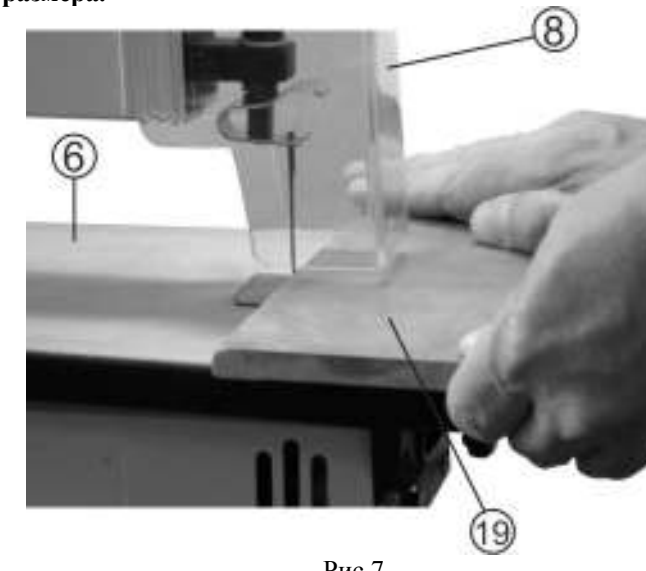

Рис.7
11.1.3. Убедитесь, что ограждение пильного полотна (8) опущено, а рабочий стол (6) не загроможден инструментом или другими предметами, Рис.7.
11.1.4. Используйте заготовку (19) при регулировке ограждения пильного полотна для корректировки высоты, Рис.7. Ограждение пильного полотна должно находиться как можно ближе к заготовке, не касаясь ее.
11.1.7. Двумя руками осторожно положите заготовку (19) на рабочий стол (6), Рис.7.
11.1.8. Прижмите заготовку (19) к рабочему столу (6) и медленно подавайте ее на пильное полотно, Рис.7.